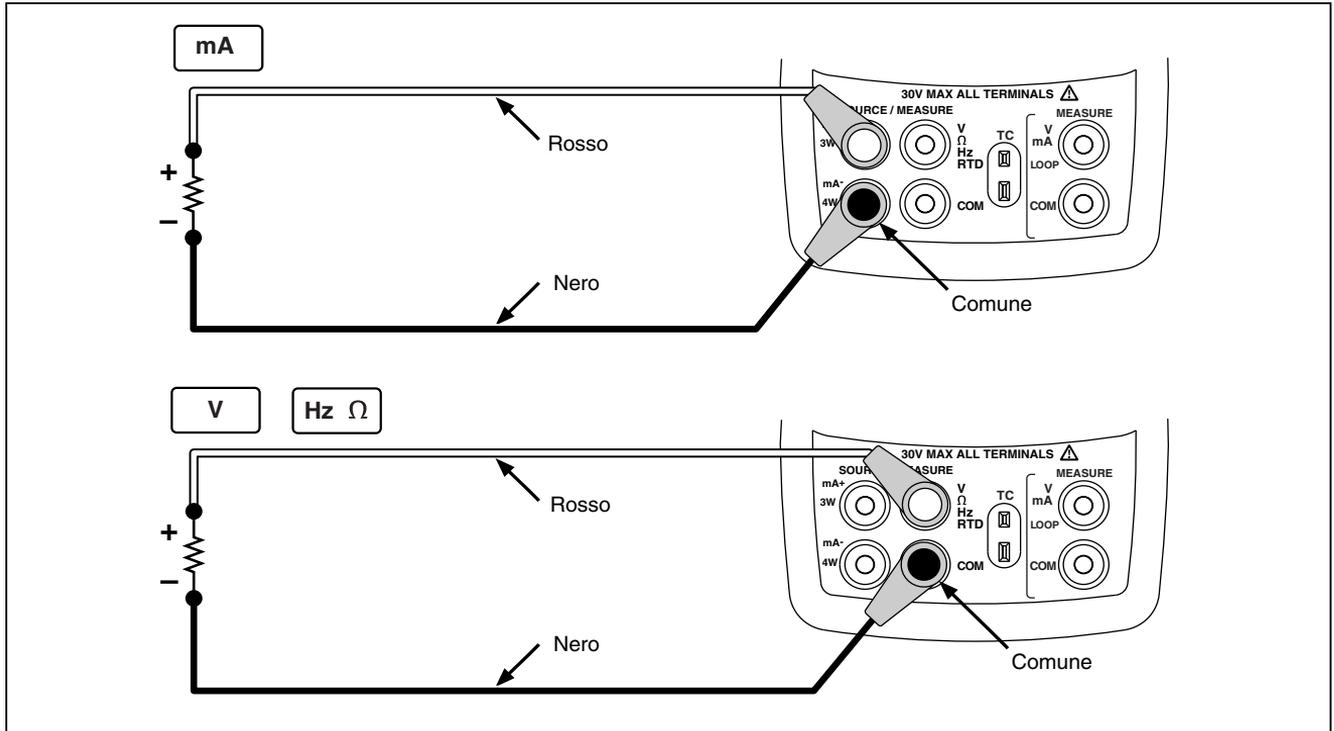

Figura 15. Connessioni per la generazione di grandezze elettriche
1. Collegare i cavetti di misura come indicato nella figura 15, secondo la grandezza che si vuole generare.